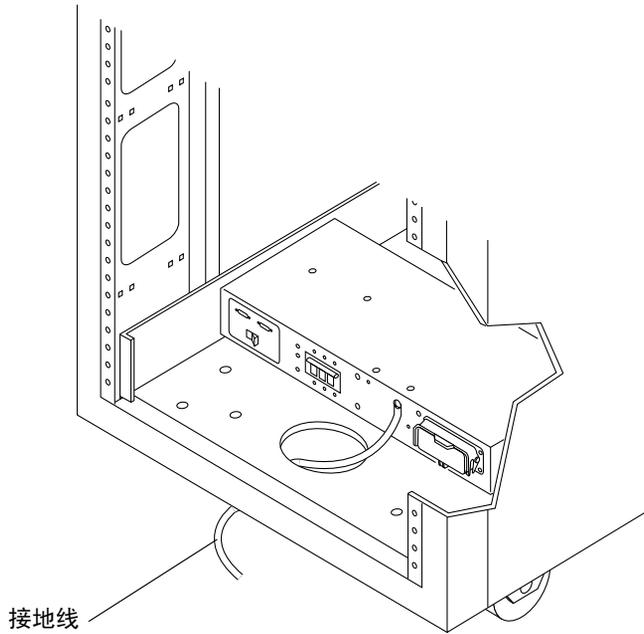

图 B-4 将接地线接到前电源序列发生器
3. 将接地线的另一端连接到机柜中的前电源序列发生器（图 B-4）。